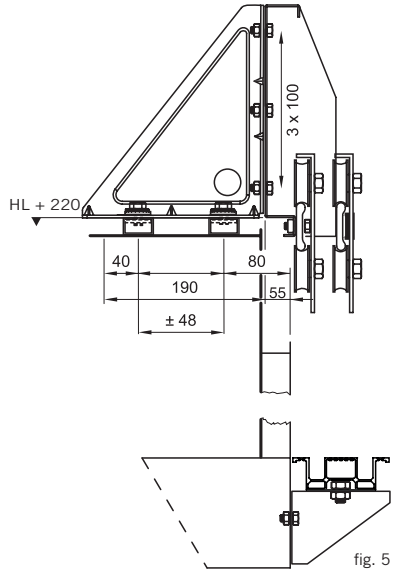

fig. 5
- 4° Dejar 55mm. de separación entre el frontal de la cabina y la parte posterior del operador regulando con las escuadras (Ver detalle en fig. 5).